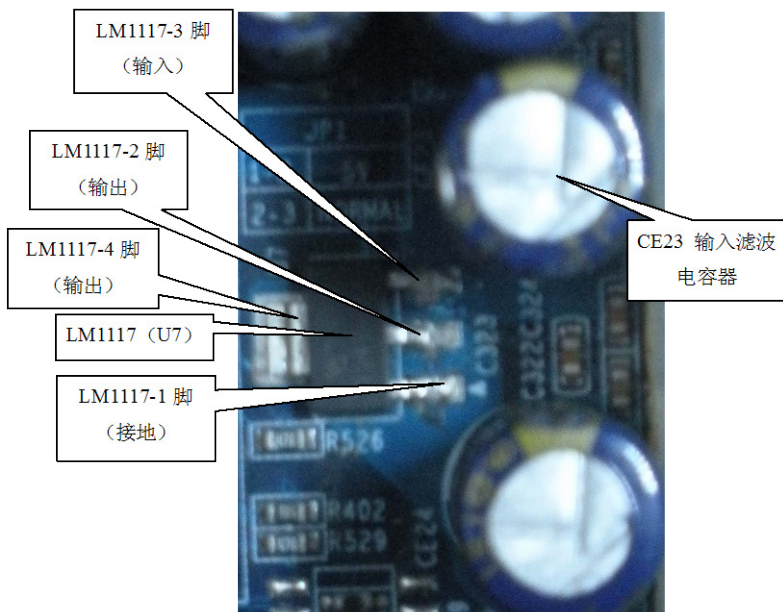

图 2-27 3.3 V DUAL 电压测量电路
3.3 V DUAL 电压由 ATX 电源的 5 VSB 电压输出后经 U7 (LM1117—3.3) 直接转换后得到, 为待机电路提供电压, 随时做好计算机的开机准备工作。这个电压正常是主板能够正常待机和开机的前提条件, 是在对主板不能开机时必须测量的一个电压。3.3 V DUAL 电压的测量直接用万用表的直流电压挡对 LM1117 的第 2 (4) 脚进行测量即可。测量电路如图 2-27 所示, 测量结果填入表 2-6 中。